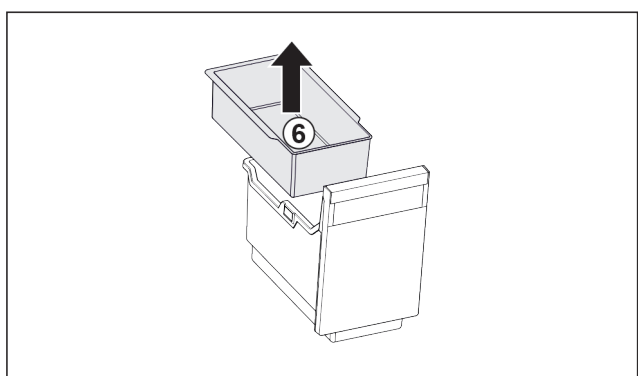

Fig. 81
- ▶ Tag holderen i døren Fig. 81 (6) ud.